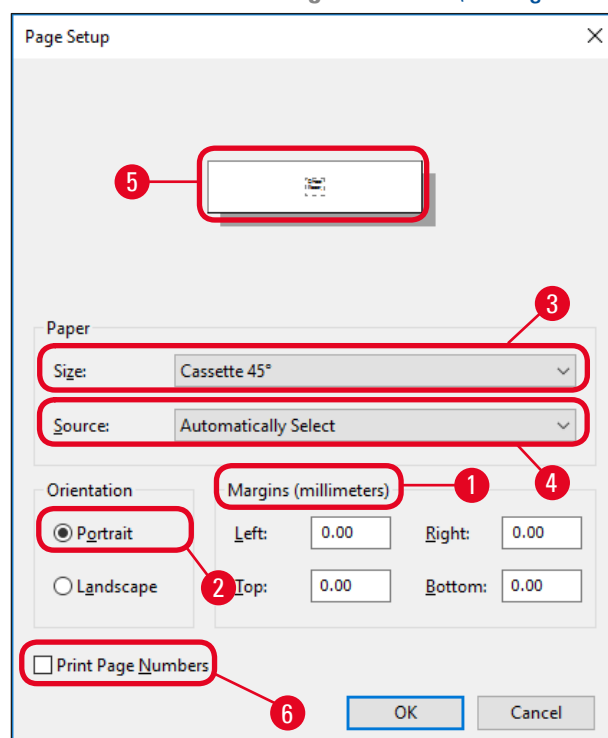

Fig. 45
3. Først må sideinnstillingene velges: Klikk på **File > Page Setup (Sideoppsett)** for å åpne dialogboksen **Page Setup (Sideoppsett)** (→ "Fig. 45").